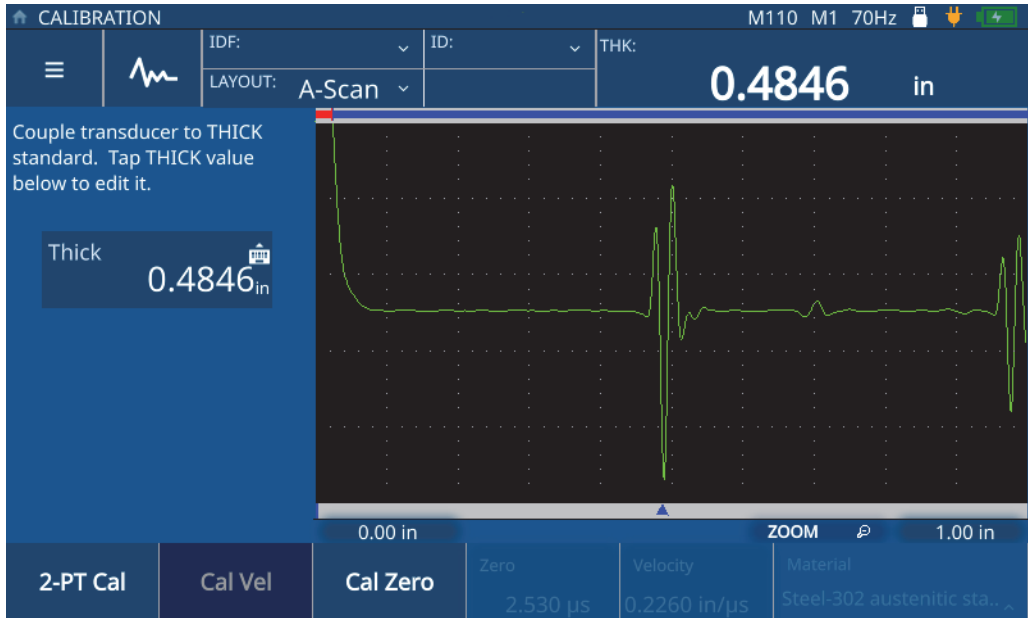

图 5-2 声速校准
4. 按照屏幕上的提示，将探头耦合到具有已知最大厚度的样件上进行校准（参见第43页的图 5-2）。